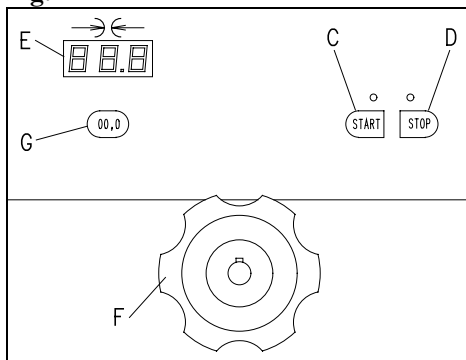

Fig. 3
- Premir a tecla START **C**. **Fig. 3**